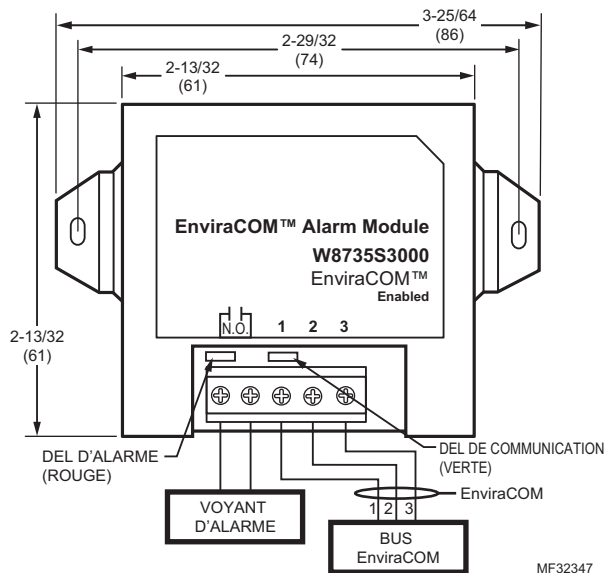

Fig. 1. Schéma de câblage du module d'alarme EnviraCOM W8735S3000.
2. Raccorder les bornes 1, 2 et 3 du module d'alarmes EnviraCOM aux bornes 1, 2 et 3 du régulateur à mazout compatible EnviraCOM™, de l'Aquastat® ou de tout régulateur compatible EnviraCOM susmentionné, ou à tout endroit sur le bus EnviraCOM™ où l'accès est disponible et pratique. Voir la Fig. 1.
3. Brancher les deux fils du circuit d'alarme (voir la Fig. 1) dans les bornes normalement ouvertes (N.O.) du module d'alarme EnviraCOM.